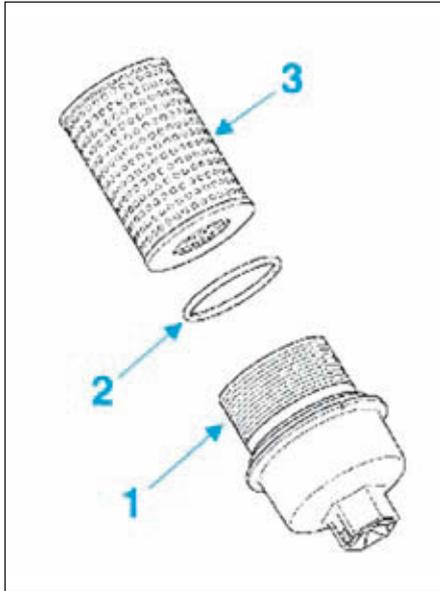

FIG.127
- Déposer le couvercle (1) de la cartouche filtrante avec l'élément filtrant (2) (Fig.127).